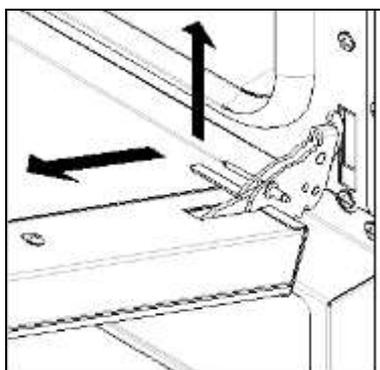

Рис. 4
- слегка приподнять дверку и снять ее (Рис.4);